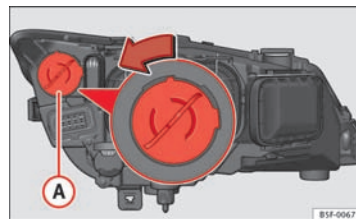

Fig. 135 Pære til dagskørellys
- Drej pæreholderen ⇒ Fig. 135 A mod venstre, og træk i den.